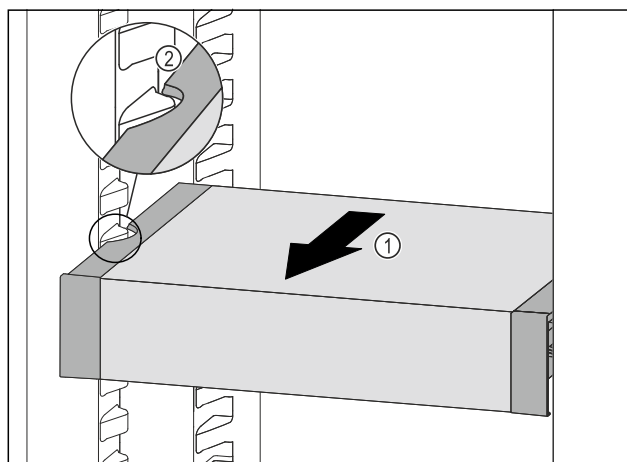

Fig. 131
- ▶ Táhněte VarioSafe dopředu Fig. 131 (1), dokud nebudou boční vybrání VarioSafe na úrovni žebrování na nádoby v chladničce. Fig. 131 (2)